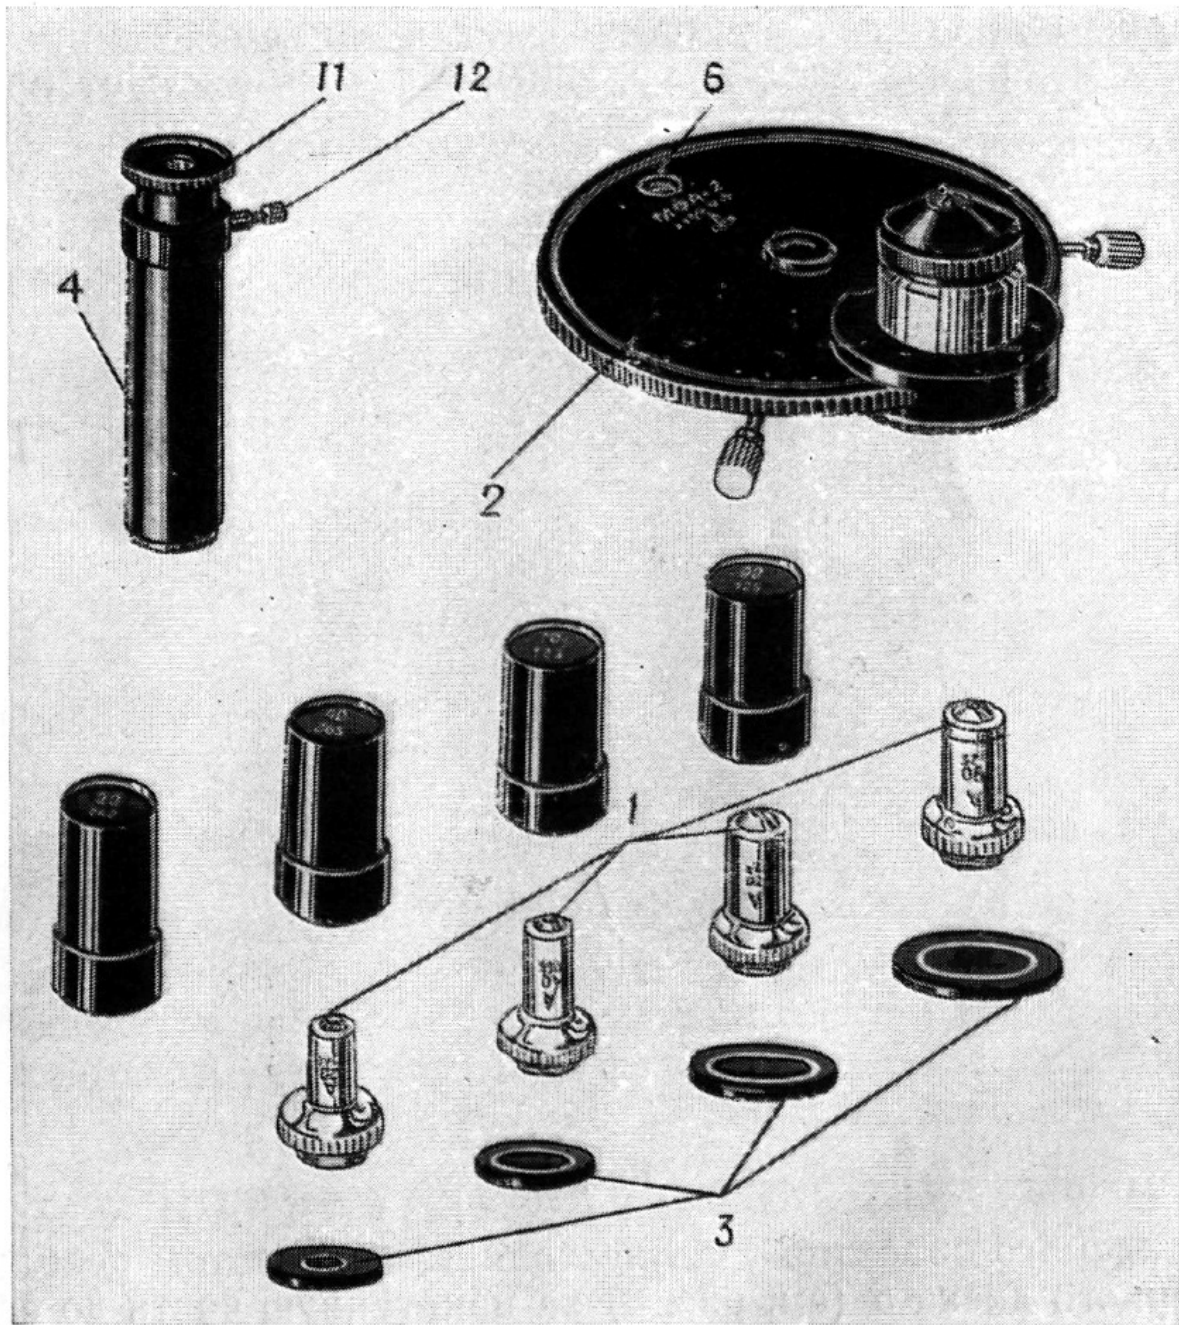
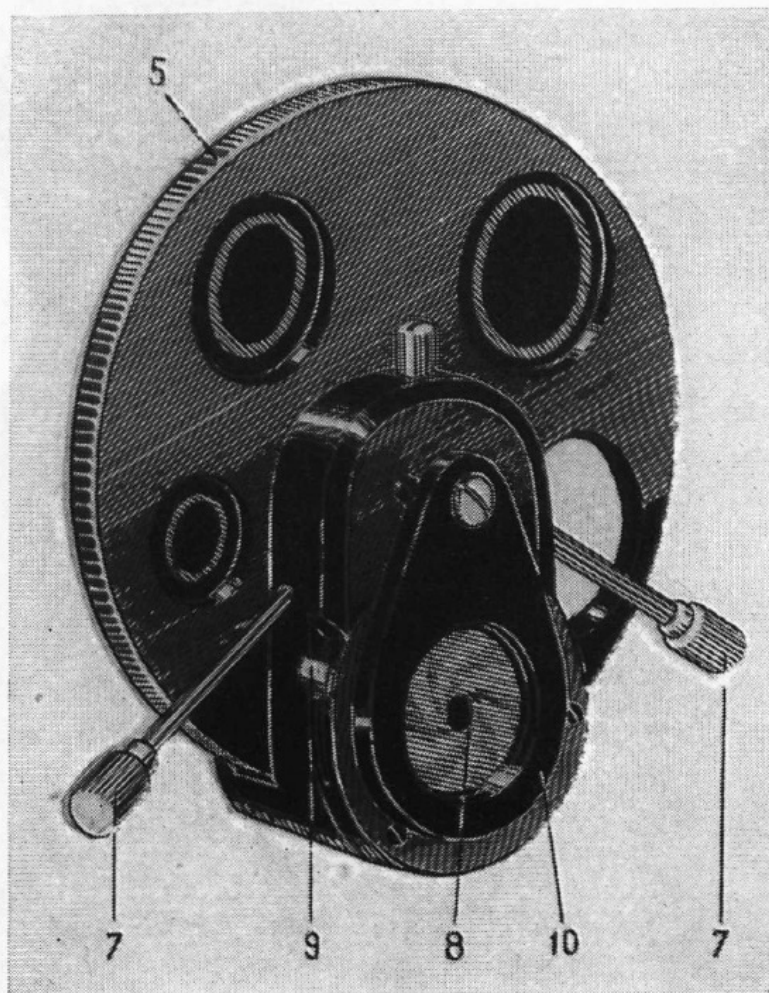
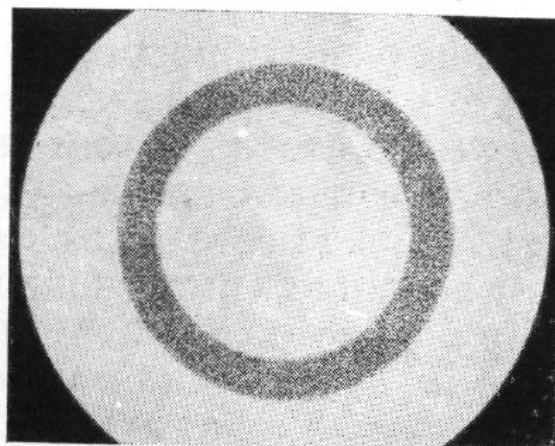

Рис. 2
Рис. 3
Рис. 5
Устройство МФА-2 с комплектом показано на рис. 2.
На револьверном диске 5 (рис. 3) конденсора выполнены пять отверстий, в четырех из которых установлены
кольцевые диафрагмы 3 (см. рис. 2). Пятое отверстие в диске (без кольцевой диафрагмы) включается в ход лучей при наблюдении обычным способом.
меняемого объектива, осуществляется поворотом револьверного диска 5 (см. рис. 3) за накатанную часть до его фиксации; при этом в окне 6 (см. рис. 2) должна появиться цифра, соответствующая увеличению применяемого объектива. Два винта 7 (см. рис. 3) служат для центрировки кольцевой диафрагмы относительно фазового
кольца объектива. Ирисовая диафрагма 8 открывается с помощью рукоятки 9. Конденсор 2 (см. рис. 2) вставляется в кронштейн микроскопа и зажимается винтом. Для большего эффекта метода рекомендуется пользоваться зеленым светофильтром 10.
7.8. Совместите с помощью центрировочных винтов 7 (см. рис. 3) конденсора светлое кольцо диафрагмы с темным кольцом (рис. 5).
«90» в соответствии с применяемым объективом и вращением винтов 7 (см. рис. 3) отцентрируйте кольцевую диафрагму конденсора относительно фазового кольца объектива.